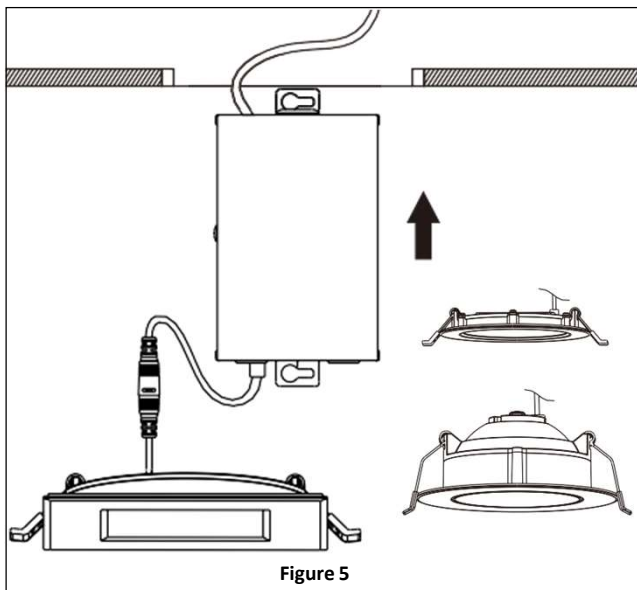

Figure 5
**Reportez-vous à la figure 5.**